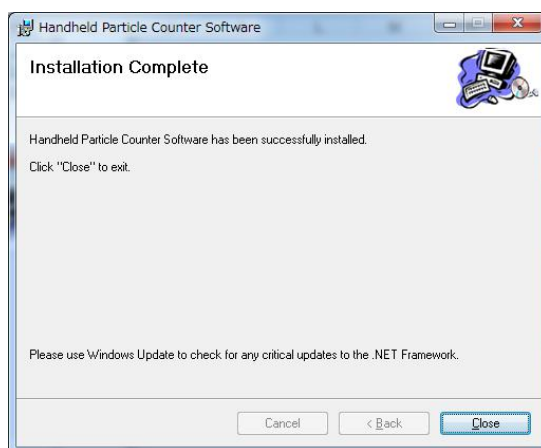

Figura 2-5
- 5) Luego de unos segundos, aparecerá el cuadro de diálogo de instalación completa, como se muestra en la siguiente Figura 2-5: